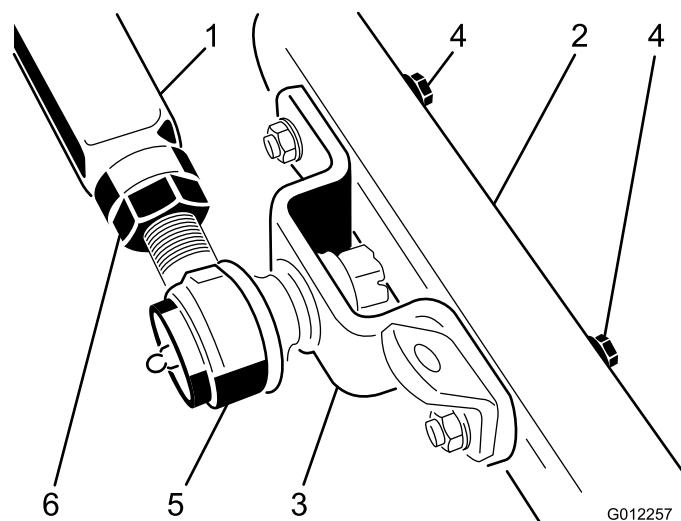

Figura 21
6. Peça ajuda a uma pessoa para pressionar o braço esquerdo enquanto remove os parafusos, anilhas chatas e porcas de bloqueio que prendem a rótula esférica e suporte da correia ao braço da roda giratória da unidade de corte (Figura 21). O ajudante pode agora, cuidadosamente, permitir o movimento ascendente do braço, que gradualmente libertará os 68 kg de força da mola.
- Peça a outra pessoa que pressione o braço esquerdo para baixo até que os furos da rótula esférica fiquem alinhados com os furos do braço da roda giratória (Figura 21). Deslize imediatamente um bloco de madeira de 10 x 10 cm entre a parte superior do braço e o lado inferior do chassis.